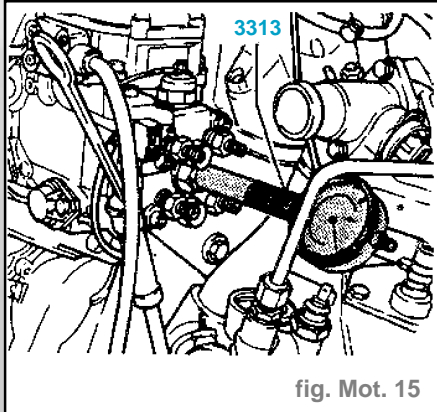

fig. Mot. 15
- Visser l'adaptateur **3313** pour comparateur à la place de la vis d'obturation (fig. Mot. 15).